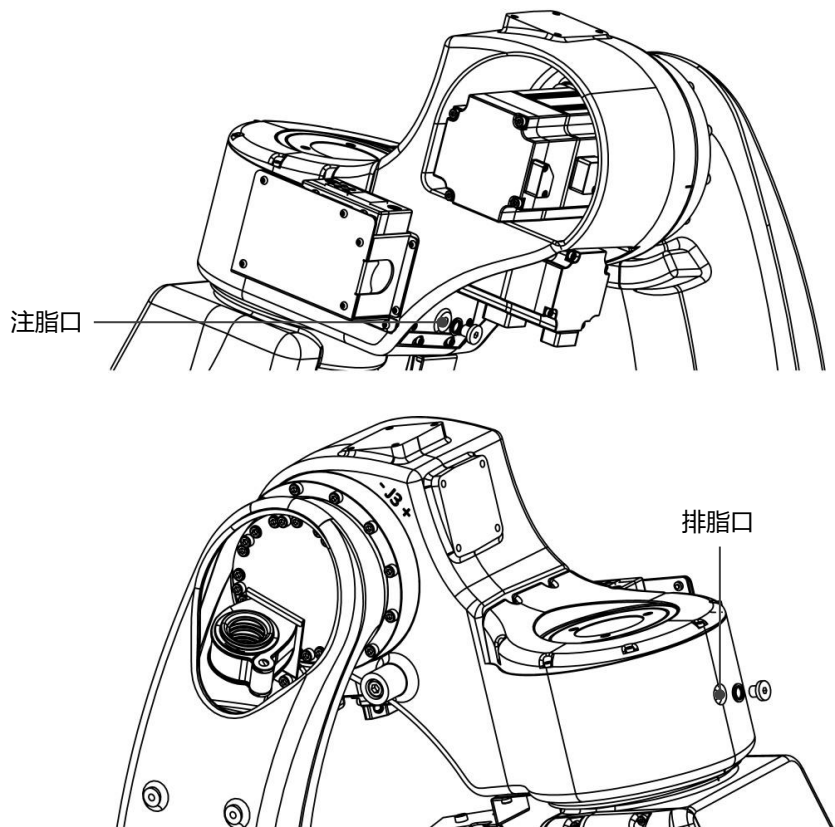

图 13-11 更换 J4 轴齿轮箱润滑脂
4. 拆下排脂口密封螺塞和密封垫圈，如图 13-11 所示。